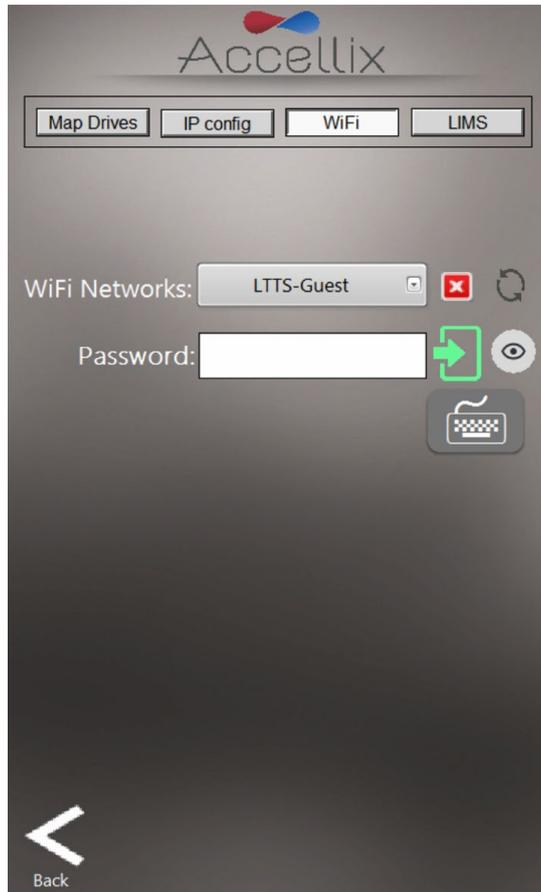

图28：网络屏幕：Wi-Fi 选项卡
3. **Wi-Fi 选项卡** (图 28) 用于将设备连接到 Wi-Fi 网络。若要连接：